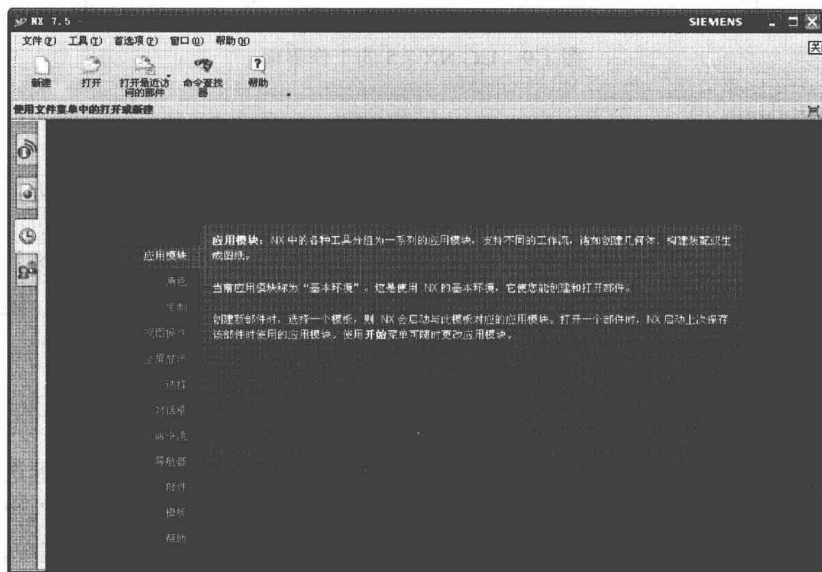

图 1-8 移动鼠标指针
步骤① 移动鼠标指针至“标题栏”右上角的“关闭”按钮处,如图 1-8 所示。
UG NX 7.5 是 UG 的升级版本,它不仅具有 UG 以前版本的各种强大功能,在工作环境上也有了很大的改善。启动 UG NX 7.5 程序后,新建一个模型,即可进入其工作界面,如图 1-8 所示。